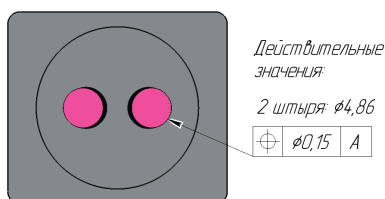

Рис. 3. Ситуация 2
Ситуация 2. Штыри изготовлены по верхнему пределу допуска диаметром 4,86 мм (✓); такую величину называют размером максимума материала (MMS). Однако из-за погрешности настройки станка действительное позиционное отклонение осей составило $\varnothing 0,15$ мм (X). Размерный допуск соблюден, а позиционный допуск нарушен, поскольку $\varnothing 0,15$ мм превышает допустимые $\varnothing 0,07$ мм. Деталь признается браком. И это справедливо: функциональный габарит равен $4,86 + 0,15 = 5,01$ мм и превышает принятый диаметр гнезда 5,00 мм — штырь действительно не войдет в гнездо (рис. 3).